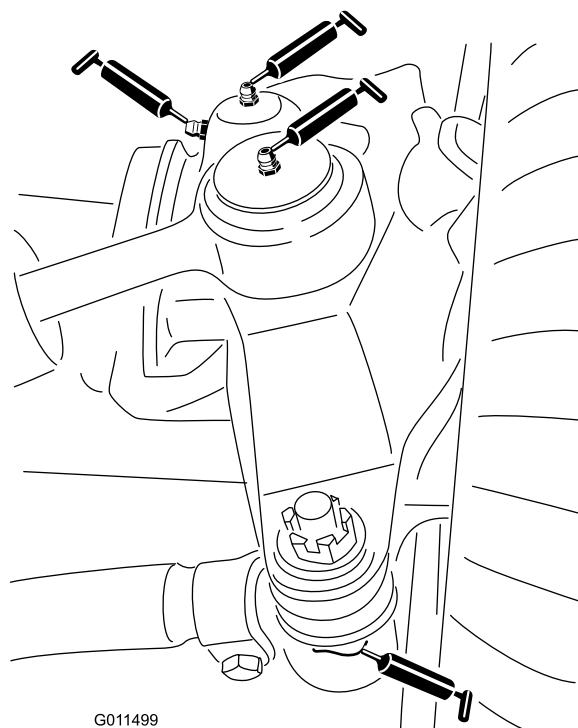

Figure 61
- 2 rotules de vérin de direction (Figure 61)
- 2 rotules de biellettes (Figure 61)
- 2 bagues de pivots de fusées (Figure 61).